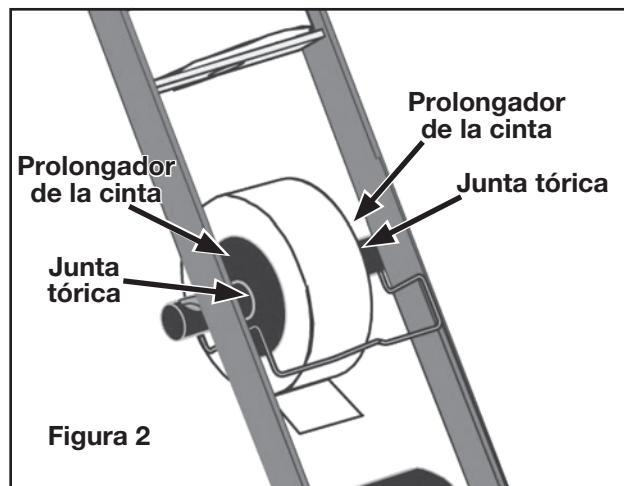

Figura 2
5. Revirtiendo el procedimiento anterior, presione firmemente los prolongadores de la cinta y las juntas tóricas contra el rollo de la cinta. (Las juntas tóricas sostienen firmemente el rollo de cinta en su lugar durante el proceso de aplicación de cinta **Figura 2**).
6. Reemplace el montaje en los ganchos del soporte de metal (**Figura 2**).